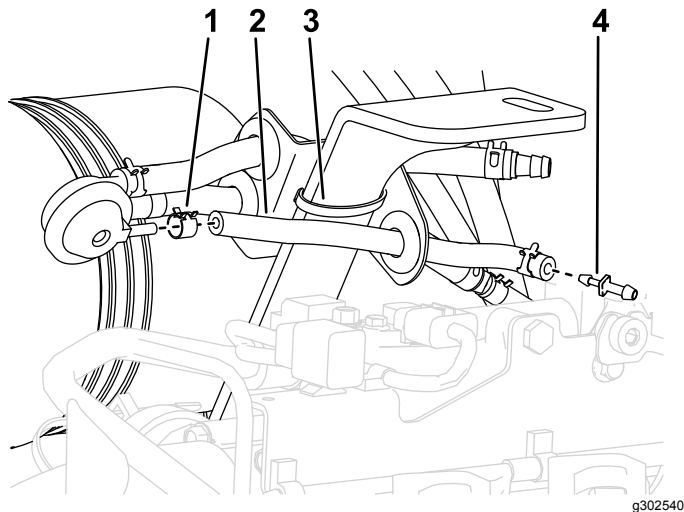

図 5
9. ケーブルタイを使って、フレームから出ているサポートバーに、バルブブラケットアセンブリを固定する 図 5。